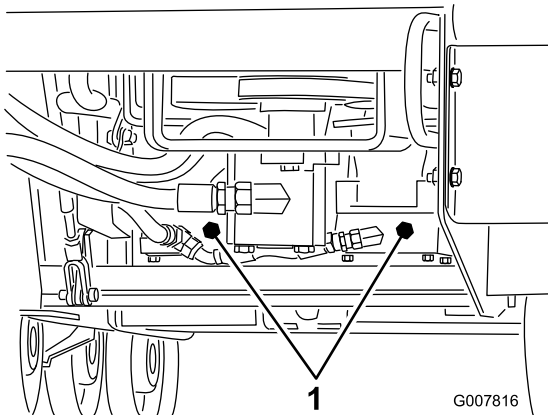

Figura 17
4. Usando una llave inglesa, gire las válvulas de remolcado de las bombas hidráulicas dos vueltas en el sentido contrario a las agujas del reloj (Figura 17).